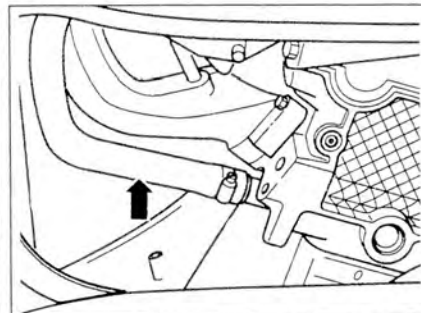

Рис. 2.10. Отсоедините трубку охлаждающей жидкости (стрелка) от головки блока цилиндров.
24. Отсоедините трубку охлаждающей жидкости (стрелка) от головки блока цилиндров (рис. 2.10).